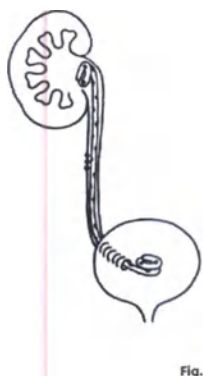

Fig. 5
7. Удалите проводник, позволив завитку стента сформироваться (Рис. 5).